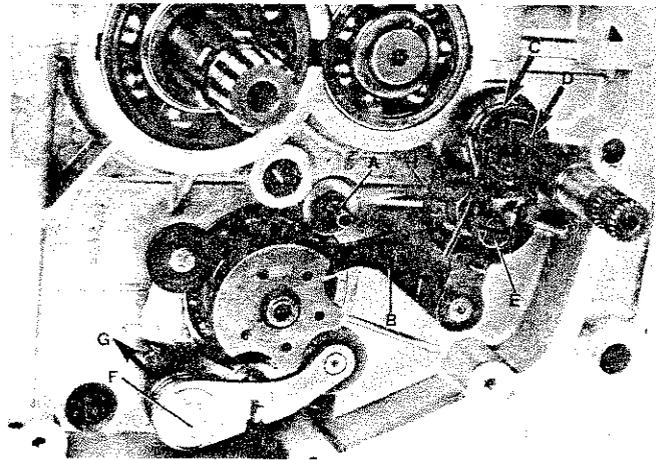
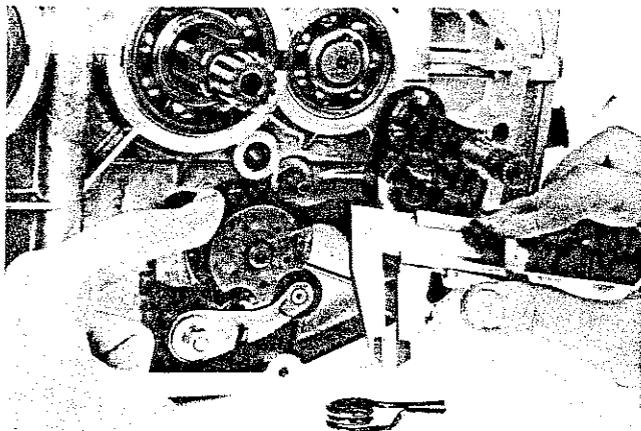
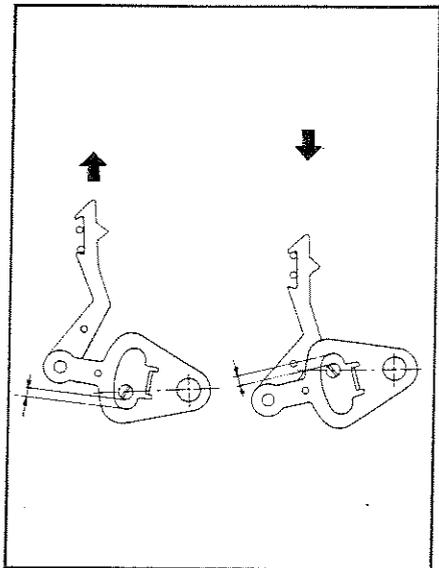
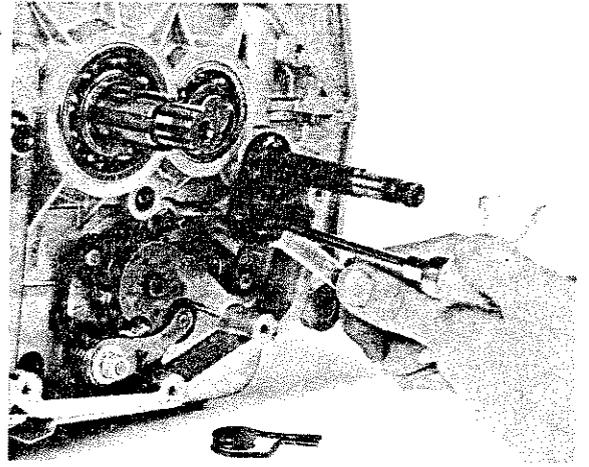

Fig. 141
Fig. 147
Fig. 148
Fig. 149
Smontaggio (Fig. 141)
- 1) Togliere la molla di richiamo (C - Fig. 141) infilata sull'alberino del pedale del cambio senza smontare nessuna altra parte del selettore.
- 3) Spingere con un dito sull'estremità della levetta (B - Fig. 141) accostandola leggermente, senza premere, al rullo del settore e misurare con un calibro (Fig. 147) la distanza, in queste condizioni, fra eccentrico e foro ovale della leva di comando (H) dalla parte sinistra (Fig. 148).
Removal (Fig. 141)
- 1) Remove the return spring (C - Fig. 141) fitted to gear pedal shaft, without removing any other part of the selector mechanism.
- 3) Push the lever end (B - Fig. 141) with a finger and, without pressing it, lightly move it close to the pin of the gear selector drum; with a vernier caliper (Fig. 147) measure the distance existing in this conditions between cam and slotted hole of the operating lever H, from left side (Fig. 148).
4) Lasciando tutto il resto inalterato tirare ora con le dita l'estremità della leva accostandola leggermente, senza premere, all'altro rullo del settore; misurare la distanza fra foro ovale ed eccentrico dalla parte destra (Fig. 148).
5) Confrontare le misure e ruotare l'eccentrico (E - Fig. 141), dopo averne allentato il controdado fino a che provando come al punto 3 e 4, le misure non risultano uguali; quindi bloccare il contro-dado, impedendo qualsiasi rotazione dell'eccentrico (Fig. 149).
Measure the distance between slotted hole and cam from right side (Fig. 148).
5) Compare the values thus obtained and turn the cam E, having slackened the locknut, until the two measurements (points 3 and 4) give the same values. Tighten the locknut in order to avoid any movement of the cam (Fig. 149).